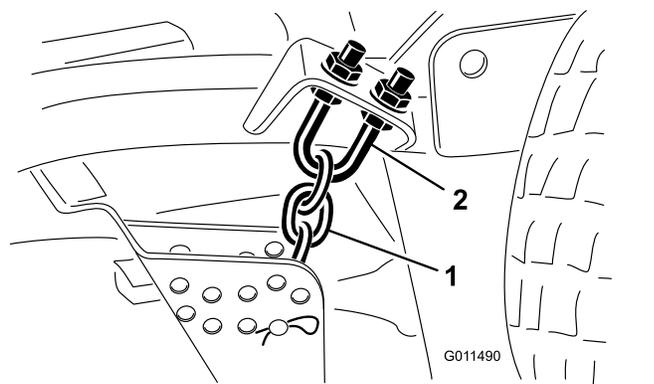

Рисунок 82
1. Ослабьте верхние или нижние контргайки на U-образном болте цепи регулировки высоты скашивания (Рисунок 82).